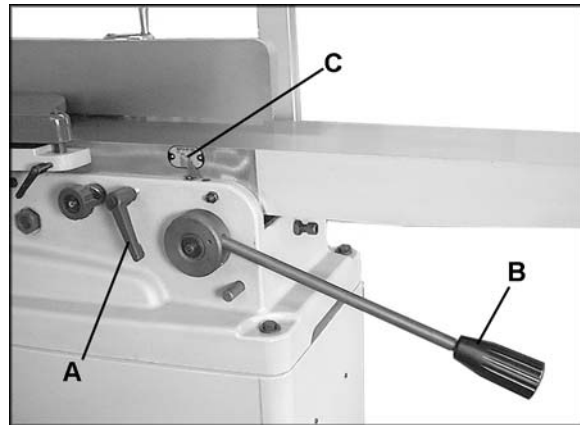

Figure 34
1. Desserrez le manche de verrouillage (A, Figure 34).
2. Déplacez le bras de réglage de la table (B, Figure 34) pour soulever ou abaisser la table d'alimentation à la profondeur de coupe souhaitée, laquelle est indiquée sur le calibre via le pointeur (C, Figure 34).
3. Resserrez le manche de verrouillage (A, Figure 34).